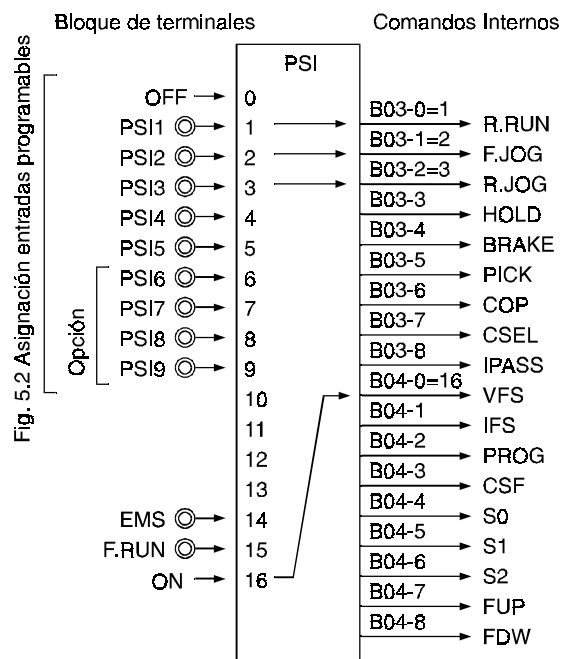
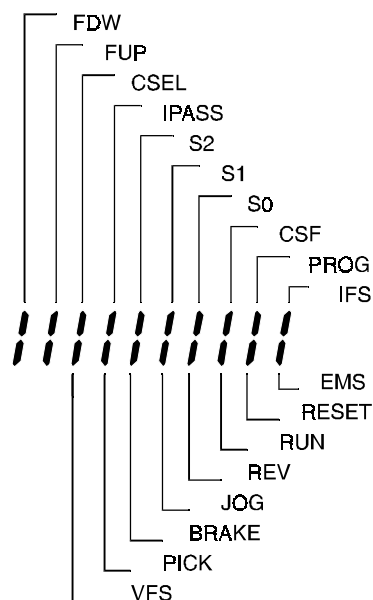

Fig. 5.2 Asignación entradas programables
Fig. 5.3 Monitorización secuencia de entrada
- Los terminales de entrada programables pueden ser adjudicados a cualquiera de los comandos internos mediante los parámetros B03-0 a 8 y B04-0 a 8, tal como se muestra en la Fig. 5.2. Además cualquier parámetro puede ser fijado a ON (ajustar a 16) o a OFF (ajustar a 0). El estado de estos parámetros se puede visualizar mediante D04-0 (Fig 5.3).